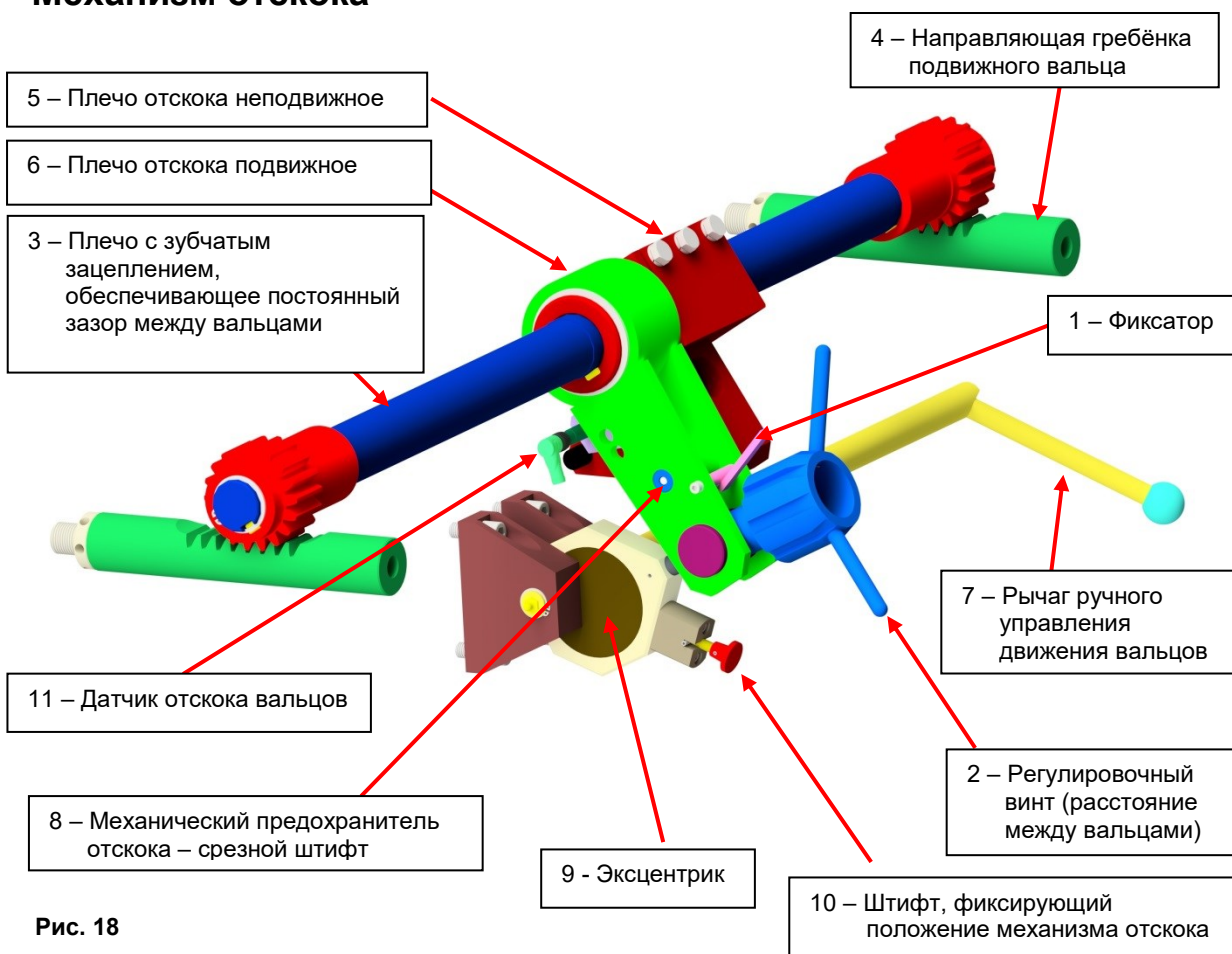

Рис. 18
Подвижные дробильные валцы, благодаря запатентованному механизму от фирмы ROmiLL, позволяют осуществлять мгновенный отскок (Рис. 18). Тем самым обеспечивается защита твёрдой, но хрупкой поверхности дробильных валцов от повреждения, в результате чего увеличивается срок их службы. В случае попадания очень твёрдого, не подлежащего дроблению, предмета (камень, болт) в рабочий зазор между дробильными валцами произойдёт отсечение механического предохранителя отскока, срезного штифта (8) и подвижной валец мгновенно отскочит. Одновременно автоматически закроется заслонка и прекратится доступ нераздробленного материала. Одновременно также срабатывает звуковая сигнализация, предупреждающая об отскоке валцов. Валцы также можно разъединить вручную: вытяните штифт, фиксирующий положение механизма отскока (10), нажмите вниз на рычаг ручного управления валцами (7) и разведите валцы – таким образом можно избавиться от случайных предметов, обнаруженных перед началом дробления.
Вальцовые мельницы сконструированы таким образом, что практически не требуют ухода. Для смазки служит маслénка. Уплотнение и заполнение жировым наполнителем подшипников вальцов осуществляется в соответствии с таблицей 1. По окончании сезона очистите внутренние стены разгрузочной воронки, вальцовой мельницы и шлицев вальцов, чтобы не произошло присыхание влажного материала. Раз в месяц необходимо промазать левую и правую направляющие гребёнки подвижного вальца – **Рис. 18 (4)**, а также контактную поверхность эксцентрика – **Рис. 18 (9)**. Для нанесения смазки вручную разведите вальцы, после смазки подвижной валец несколько раз отводите в сторону, а затем возвращайте в рабочее положение.